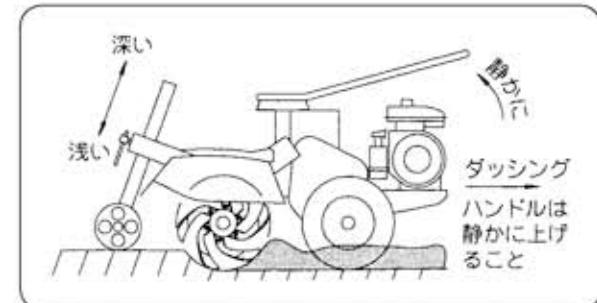

図29
- ① 前輪の上下によって作業深さが変わります。
- ② ロータリ側を下げるときはハンドルを静かに上げてください。硬い圃場で急にハンドルを上げるとロータリ爪の反力で機体が押し戻されかけがをするおそれがあり危険です。（図29）